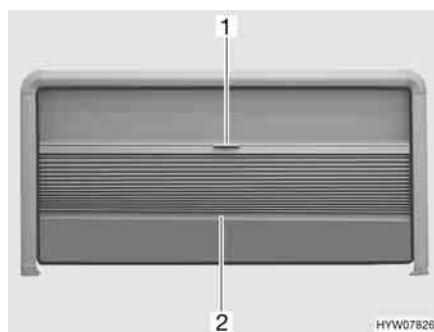

Fig. 27 Finestra apribile
- Afferrare la tendina oscurante pieghevole al centro dell'asta di chiusura (Fig. 27,2) e tirare delicatamente verso il basso.
- Apertura:* ■ Tenere la parte centrale dell'asta di chiusura (Fig. 27,2) della tendina oscurante pieghevole e spingere quest'ultima verso l'alto con cautela.
- Chiusura:* ■ Tirare la zanzariera a rullo verso il basso utilizzando la maniglia (Fig. 27,1).
- Apertura:* ■ Spingere la zanzariera a rullo completamente verso l'alto utilizzando la maniglia (Fig. 27,1).